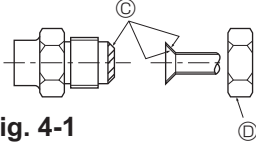

Fig. 4-1
(A) (Fig. 4-1)
(B) (Fig. 4-1)
4.2. Boruların bağlanması (Fig. 4-1)
- Geçme somunu sıkımadan önce boru ve conta bağlantı yüzeylerine ince bir tabaka halinde soğutucu yağı uygulayınız. (A)
- Boru bağlantılarını iki somun anahtarıyla sıkınız. (B)
- Bütün geçme yatağı yüzeyine soğutucu makine yağı sürünüz. (C)
- Aşağıdaki boru büyüklüklerine uygun geçme somun kullanınız. (D)